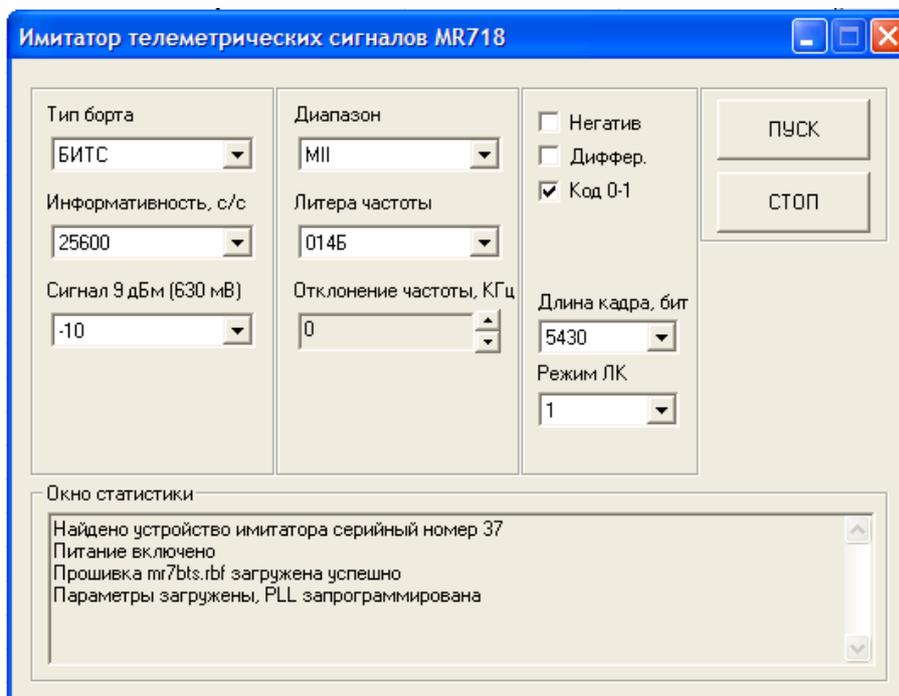

Рисунок 6.66. Состояние окна после ввода данных.
6.3.2.12 Вышеперечисленные параметры ТМ кадра имитатора реализуются после нажатия кнопки **ПУСК** и появления соответствующего сообщения в окне статистики – рисунок 6.66.